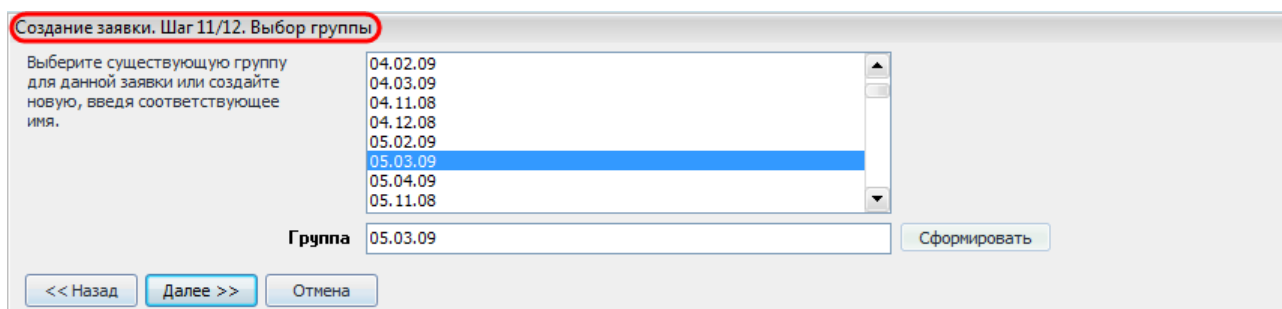

Рисунок 10.37 – Выбор группы
**«Шаг 11/12. Выбор группы».** На данном шаге можно выбрать группу, в которую будет помещена созданная заявка. Группа выбирается из списка групп (см. раздел «9.3.1 Работа с редактором групп») или создается новая (Рисунок 10.37). Если в файле zvk.ini прописан параметр SubscriberEnterprise=1 (см. руководство системного администратора раздел «Описание параметров файла zvk.ini»), то отображается список групп предприятия абонента, от которого пользователь авторизован в системе.